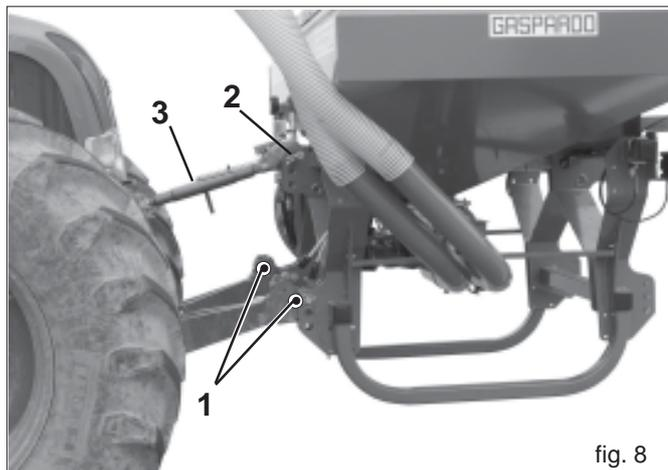

fig. 8
- 1) Accrocher les barres de l'élèveur aux pivots prévus à cet effet (1 Fig. 8). Bloquer par les goupilles à encliquetage.
- 2) Relier le troisième point supérieur (2 Fig. 8); bloquer la cheville par la goupille "ad hoc". Positionner le semoir perpendiculairement au sol par l'entretoise de réglage.